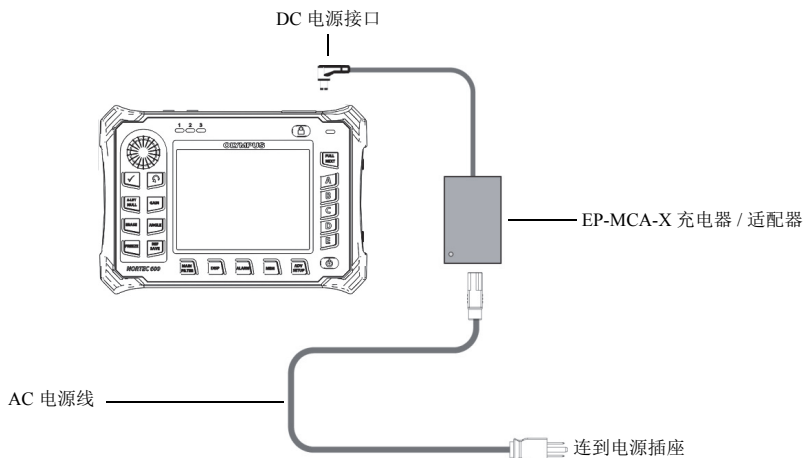

图 1-8 连接充电器 / 适配器
1. 将 AC 电源线的一端连接到充电器 / 适配器，另一端连接到适当的电源插座（参见第 22 页的图 1-8）。